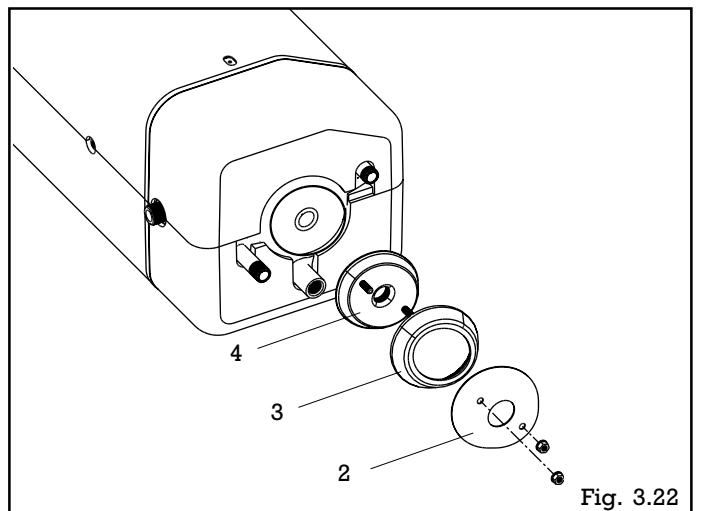

Fig. 3.22
- Déposer la trappe de visite du ballon en retirant les 2 écrous, la bride extérieure (2) (fig. 3.22), le joint (3) et la bride intérieure (4),